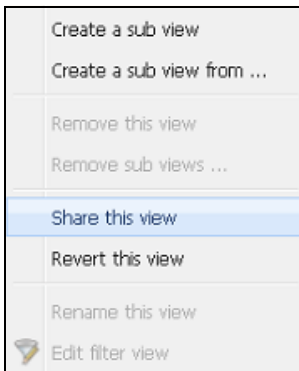

Abbildung 47. Kontextmenü für Unteransicht
- 1 Klicken Sie mit der rechten Maustaste auf die Ansicht, um das Kontextmenü zu öffnen (siehe Abbildung 47).